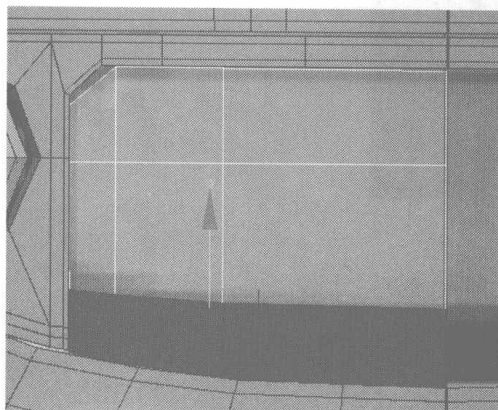
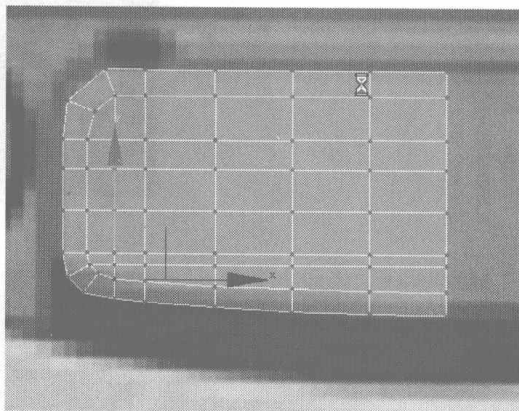

图 4.616
图 4.617
- 60** 在键盘的下方调整按键面片物体，选择如图 4.616 所示的面，将其分离，再添加一些细分线，效果如图 4.617 所示，再将调整好的按键进行镜像，移动到右侧。